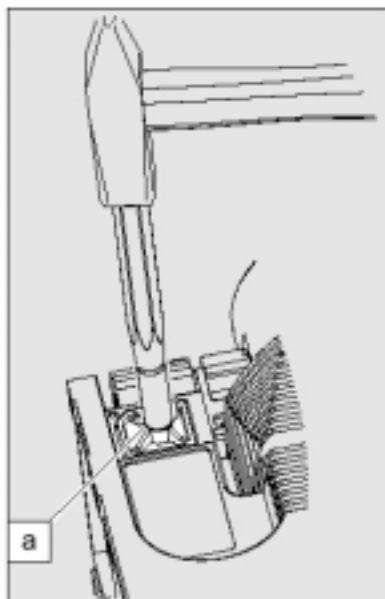

Рисунок 16
- Установите пробойник $D = 8...15$ мм на пластине для отверстия реле и ударьте по нему молотком (см. рисунок 16). Зачистите края отверстия, если необходимо.